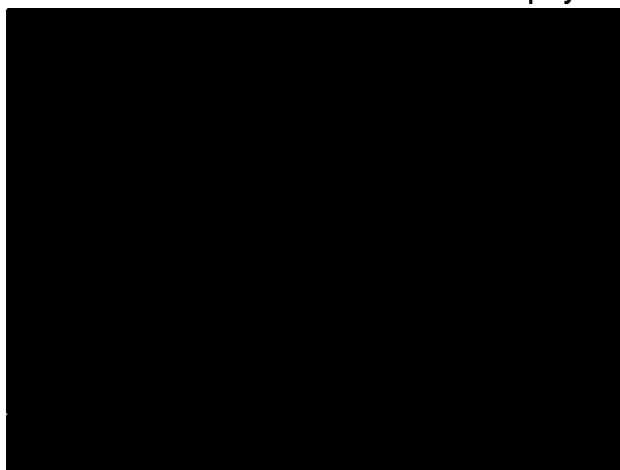

Рис. 1
- 2)Появляется окно запуска (Рис. 1) и выполняется калибровка диагностического датчика В-режима. Когда к аппарату подключены оба и низкочастотный датчик (15МГц/30МГц) и высокочастотны датчик (40МГц/60МГц), тогда приоритет калибровки отдается тому датчику, который использовался при отключении питания в последний раз.